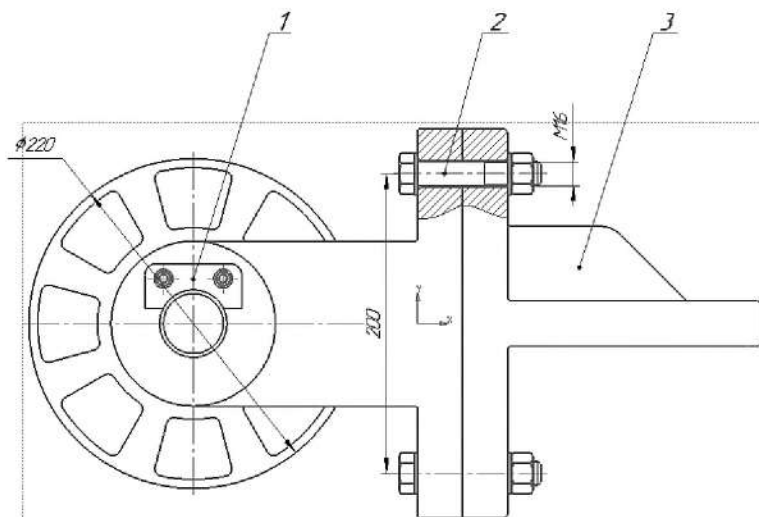

Рисунок 4.30. Проставка размер и позиционных линий-выносок
2.2.11 Проставьте размеры, обозначение центра, осевые линии и введите позиционные линии-выноски. Очередность построения выносок не имеет значения (рисунок 4.30).